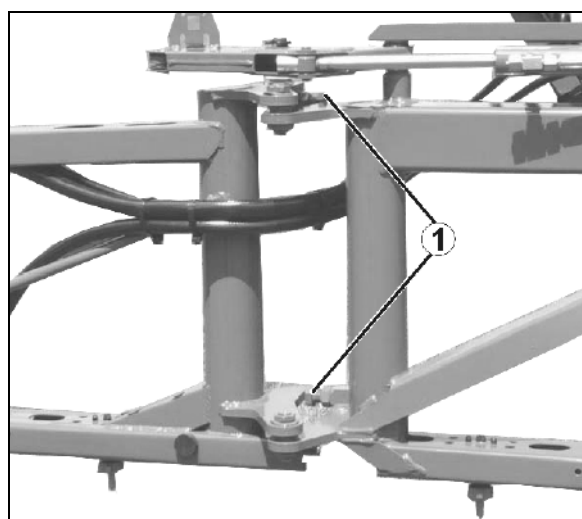

Fig. 171
1. Desatarraxar a contra-porca do parafuso de regulação (Fig. 171/1).